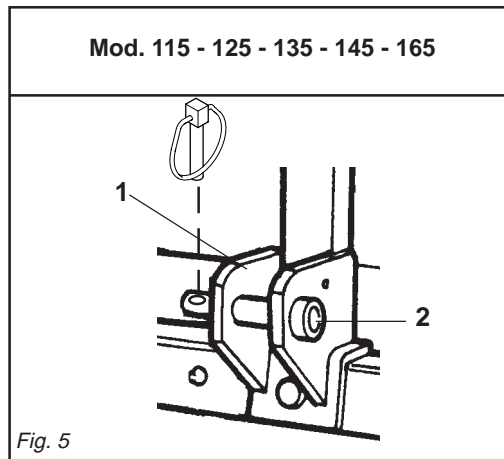

Fig. 5
Poiché le barre del sollevatore di ciascun trattore hanno una loro lunghezza ed un foro con un ben determinato diametro, è necessario per ogni modello determinare la posizione più favorevole della zappatrice da applicare, inserendo i perni (2 Fig. 5) nei fori delle piastre più indicate a seconda della necessità e del giusto diametro.
- 1 - Accostare le barre del sollevatore ponendole all'interno delle piastre più indicate (1 Fig. 5), inserire il perno (2 Fig. 5) nel foro predisposto e bloccare con le copiglie a scatto.
The implement may only be hitched to the tractor on flat ground. All steering hoes can be hitched to any tractor equipped with a universal three-point coupling. Since the lifting bars of the lift on each tractor are of a certain length and possess a hole with a certain diameter, it will be necessary to establish the most favourable position for the steering hoe according to the model in question. This is done by inserting the pins (2 Fig. 5) into the most suitable plate holes as required.
- 1 - *Near the lift bars, setting them in the most suitable plates (1 Fig. 5). Insert the pin (2 Fig. 5) into the relative hole and lock in place with the snap-in split pins.*
Der Anbau des Gerätes am Schlepper muß auf ebenem Boden erfolgen. Alle Hackfräsen lassen sich an jedem Schlepper montieren, der mit einer universellen Dreipunkt-Kupplung versehen ist. Da die Lenker jedes Schleppers eine andere Länge und ein Loch mit einem bestimmten Durchmesser haben, ist es für jedes Modell erforderlich, die günstigste Anbauposition der Hackfräse festzulegen, indem man die Bolzen (2 Abb. 5) in die Löcher der Platten steckt, die je nach Bedarf und dem richtigen Durchmesser in Frage kommen. Der Hersteller haftet nicht für Schaden am Schlepper.
- 1- Die Lenker des Krafthebers annähern und in die am besten geeigneten Platten schieben (1 Abb. 5). Den Bolzen (2 Abb. 5) in das Loch stecken und mit dem einrastenden Splint blockieren.
Les barres du relevage de chaque tracteur ont une longueur et un trou d'un diamètre donné; pour chaque modèle, il faudra donc déterminer la position plus favorable de la houe à monter, en mettant les axes (2 Fig. 5) dans les trous des plaques les plus appropriées suivant les nécessités et du diamètre convenable. Notre société décline toute responsabilité en cas de dommages au tracteur.
- 1 - *Approchez les barres du relevage en les plaçant à l'intérieur des plaques les plus appropriées (1 Fig. 5), introduisez l'axe (2 Fig. 5) dans le trou correspondant et bloquez par les goupilles à encastrement.*
Considerando que las barras del elevador de cada uno de los tractores tienen una longitud y un orificio con un preciso diámetro, es necesario para cada modelo determinar la posición más favorable de la binadora a aplicar, introduciendo los pernos (2 Fig. 5) en los orificios más adecuados de acuerdo a su diámetro.
- 1- Acercar las barras del elevador poniéndolas dentro de las placas más indicadas (1 Fig. 5), introducir el perno (2 Fig. 5) en el orificio y bloquear con los pasadores de resorte.